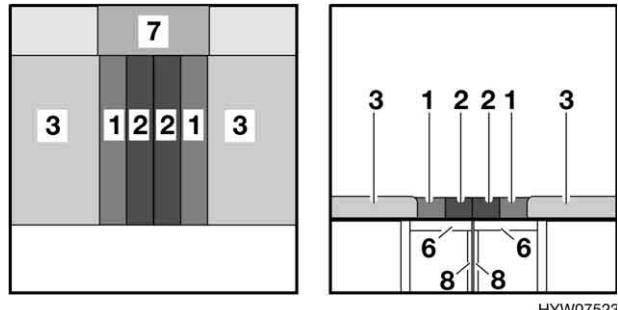

Fig. 46 Dopo la trasformazione in letto matrimoniale
- Estrarre completamente i telai portamaterasso (Fig. 46,6).
- Aprire i quattro puntelli (Fig. 46,8).
- Posizionare i cuscini dello schienale (Fig. 46,1 e 2) sui telai portamaterasso.